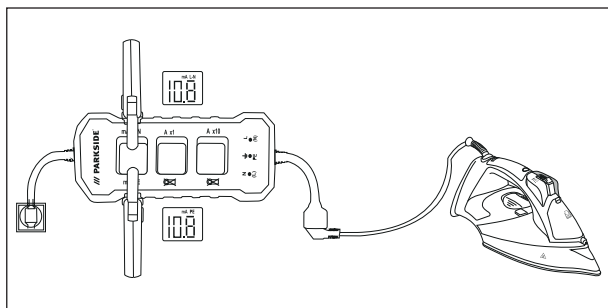

Fig. 2
- 1) Branchez la fiche Schuko ❸ de l'appareil sur une prise secteur.
- 2) Reliez la fiche secteur du terminal à la prise de raccordement Schuko ❹.
- 3) Placez la pince ampèremétrique autour des points de mesure **mA PE ❷** ou **mA L-N ❶** et mettez le terminal en marche.
- 4) Lisez la valeur directe du courant de dérivation (conducteur PE) dans l'anneau **mA PE ❷** ou la valeur indirecte/valeur différentielle du courant de dérivation (conducteur L-N) dans l'anneau **mA L-N ❶** (voir fig. 2).